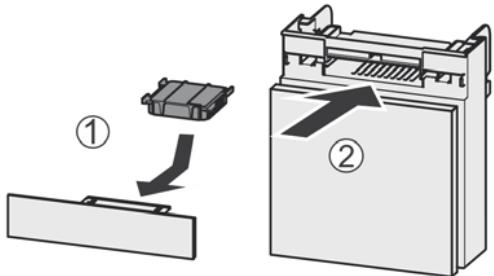

Fig. 83
- Установите фильтр с активированным углем, как показано на рисунке Fig. 83 (1).
- Вставьте отделение Fig. 83 (2).